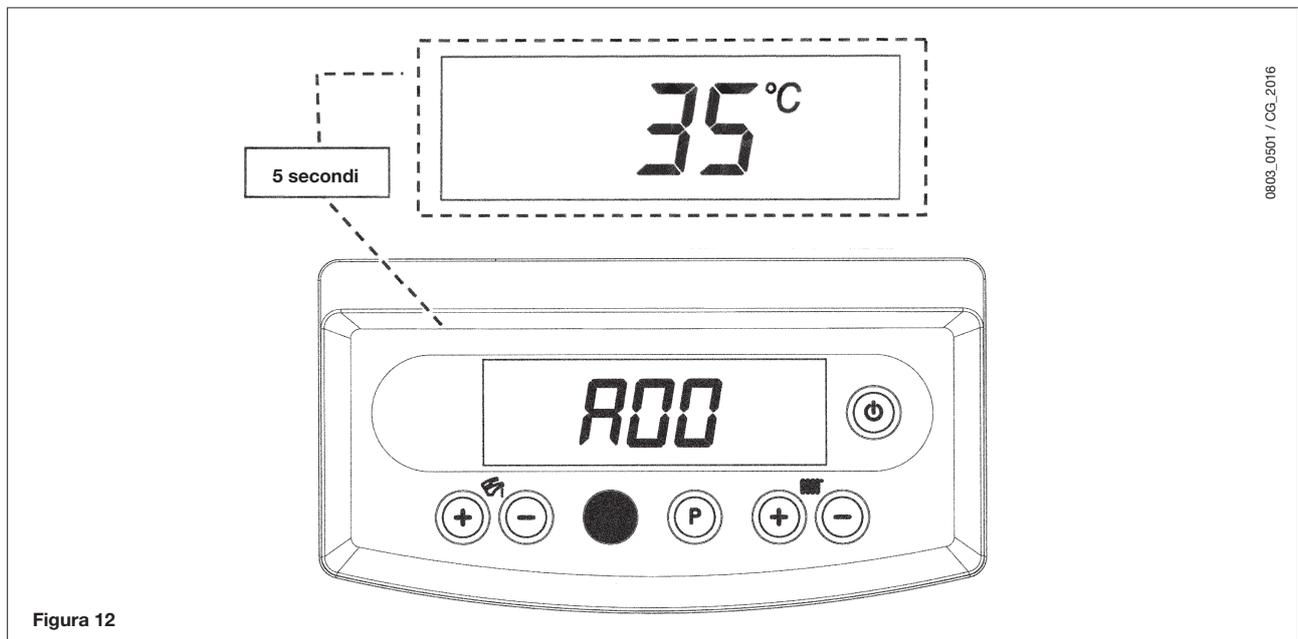

Figura 12
- Tenere premuto il tasto R per circa 6 secondi. Quando la funzione è attiva il display visualizza la scritta **"A00"** (...**"A07"**) che si alterna al rispettivo valore (figura 12);